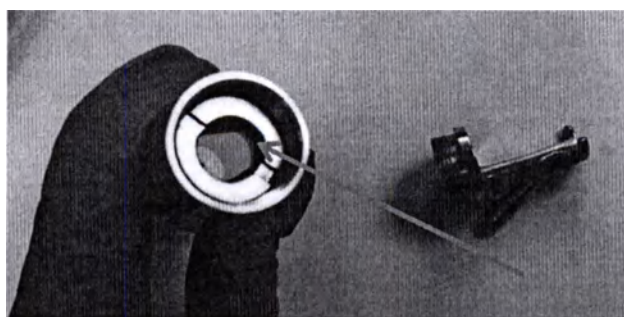

Рис. 12.5 – Держатель защитного окна манипулятора
12.1.2.2 Вставьте в пазы держателя окна ключ (в комплект поставки не входит) и открутите его по часовой стрелке. Извлеките фторопластовые прокладки и защитное окно из корпуса манипулятора (рис. 12.5). Извлекать фторопластовые прокладки и защитное окно манипулятора необходимо при помощи пинцета, не касаясь рабочей поверхности защитного окна.